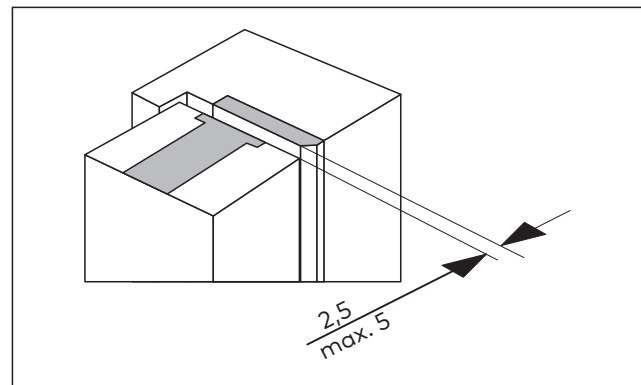

Fig. 20 Vérifier l'entrebâillement
1. Mesurer la distance entre le pivot de sol et la gâche (Fig. 20). Si nécessaire, réglez le vantail ou le cadre de porte.